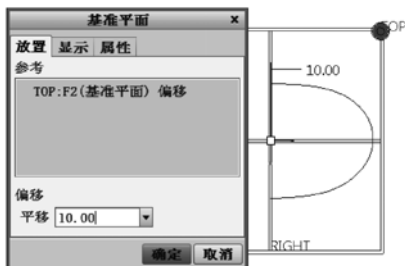

图 8-64 创建内部基准平面
- 2 选择“TOP（基准平面）”作偏移参照，设置指定方向的偏移距离为“10”，如图 8-64 所示。